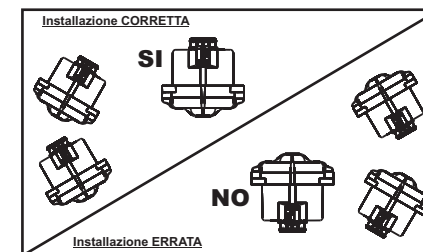

Fig.2
- L'altoparlante deve essere rivolto verso il basso in modo da prevenire infiltrazioni d'acqua (Fig.2).